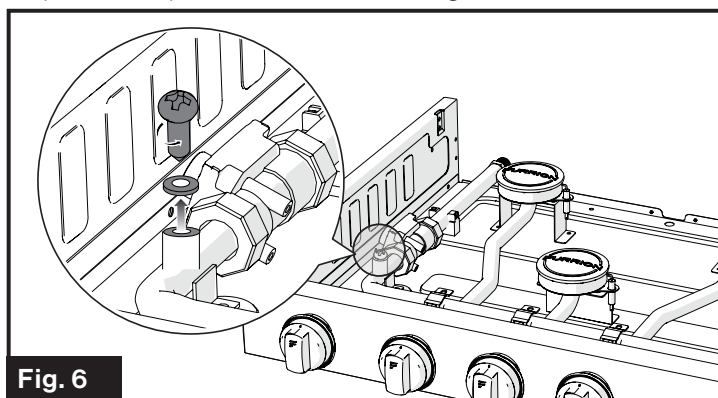

Fig. 6
- Quite el tornillo con su junta de sellado del puerto de prueba de presión de la cocina. (Fig. 6)